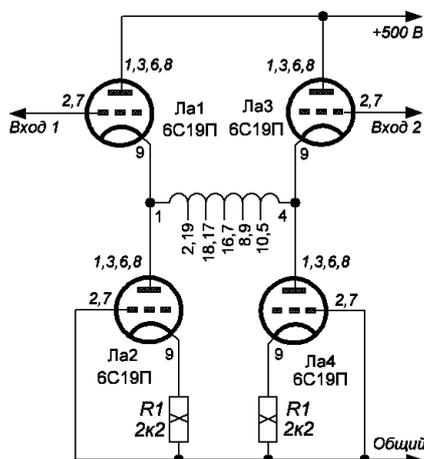

Рис. 7
2. После проведения контрольного прослушивания усилителя была вновь произведена модернизация выходного каскада усилителя. Следующий вариант выходного каскада показан на **рис. 7**.